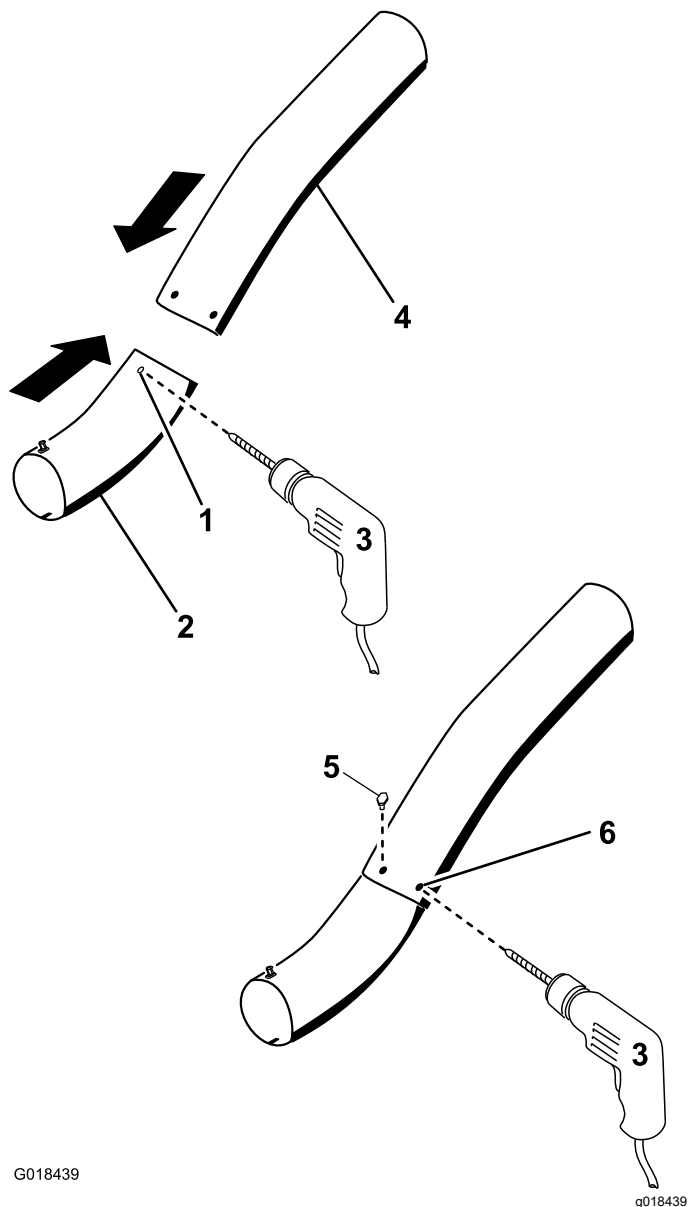

Figura 32
12. Utilizando os orifícios existentes no tubo superior como modelo, perfure dois orifícios de 6,5 mm de diâmetro através das marcas no tubo inferior (Figura 32).
15. Instale as anilhas ($\frac{1}{4}$ pol.) nos parafusos (Figura 32).
16. Utilizando uma ferramenta de chave sextavada, instale os parafusos ($\frac{1}{4} \times \frac{3}{4}$ pol.) e anilhas ($\frac{1}{4}$ pol.) a partir do interior do tubo inferior e através dos orifícios existentes no tubo superior (Figura 32).
17. Prenda os tubos em conjunto com as porcas ($\frac{1}{4}$ pol.) como se mostra na Figura 32.